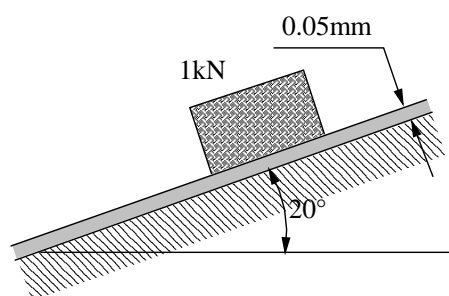

图 1-13 习题 1-3 附图
**1-3** 如图 1-13 所示，一个底边为  $200\text{mm} \times 200\text{mm}$ 、重量为  $1\text{kN}$  的滑块在  $20^{\circ}$  斜面的油膜上滑动，油膜厚度  $0.05\text{mm}$ ，油的粘度  $\mu = 7 \times 10^{-2} \text{ Pa}\cdot\text{s}$ 。设油膜内速度为线性分布，试求滑块的平衡速度  $u_r$ 。